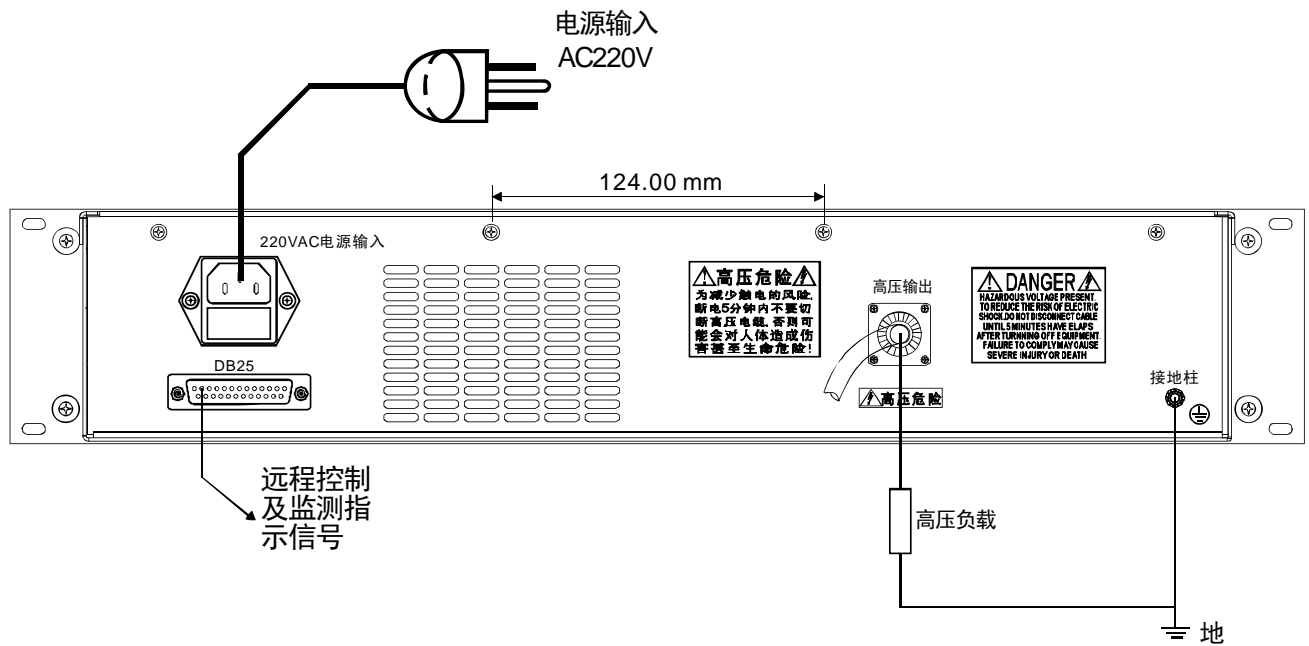

图 3.1 工作外部接线图
- B) 良好的接地技术：高压电源的外壳必须良好接地，可直接用铜导线将电源的接地柱和地线相连，典型的接地方法见图 3.1。